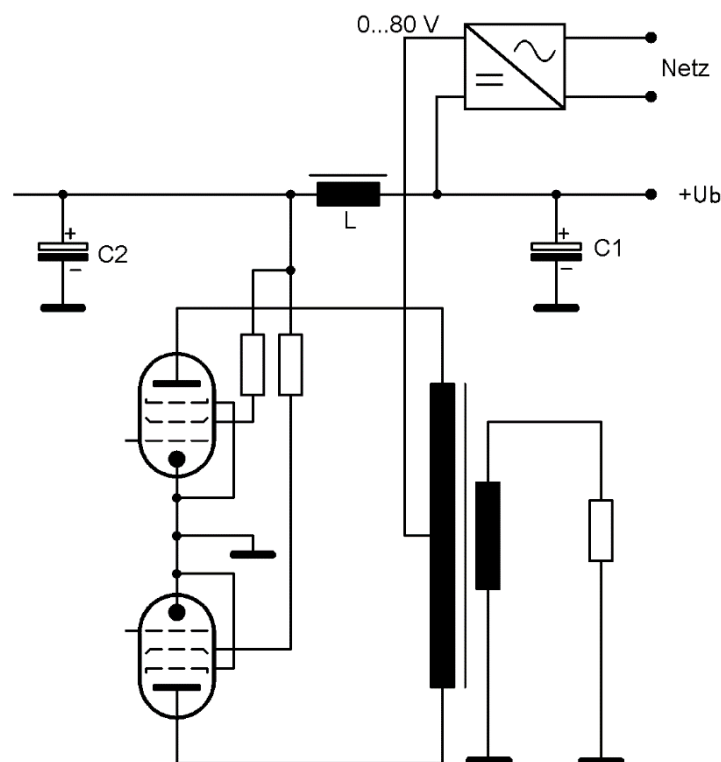

Bild 4 Anodenspannung erhöht, Schirmgitterspannung unverändert
3) Es wird nur die Anodenspannung U_1 , d. h. die am Mittelpunkt der Primärwicklung des Ausgangsübertragers liegende Spannung erhöht, jedoch nicht die Spannung U_2 , von der aus die Schirmgitter gespeist werden (**Bild 4**). Jetzt ist das Ergebnis ganz anders. Bei Steigerung von anfänglich 360 V bis auf 440 V steigt die Verstärkung nur um wenige Prozent. Das kommt daher, dass Pentoden im Prinzip spannungsgesteuerte Stromquellen sind, d.h. ihr Ausgangsstrom ändert sich kaum bei variierender Anodenspannung, wohl aber bei Änderung der Schirmgitterspannung.